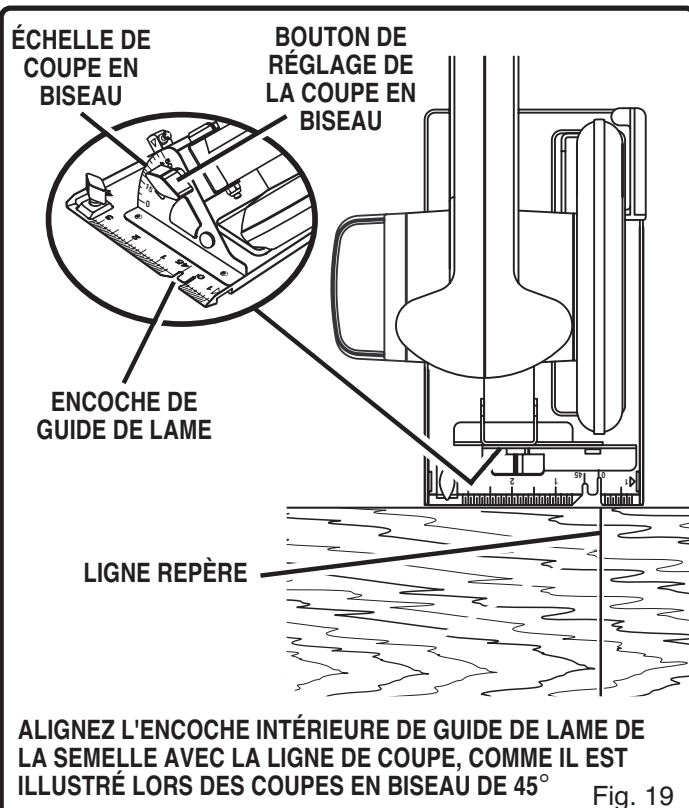

Fig. 19
Lorsque vous réalisez des coupes en biseau de 45°, utilisez l'encoche qui se trouve dans la semelle de la scie pour vous aider à aligner la lame avec la ligne de coupe. Voir figure 19.
- Desserrez le bouton de réglage de la coupe en biseau. Voir figure 19.
- Soulevez le côté moteur de la scie jusqu'à ce que vous atteigniez la position correspondant à l'angle désiré sur l'échelle de coupe en biseau. Voir figure 19.